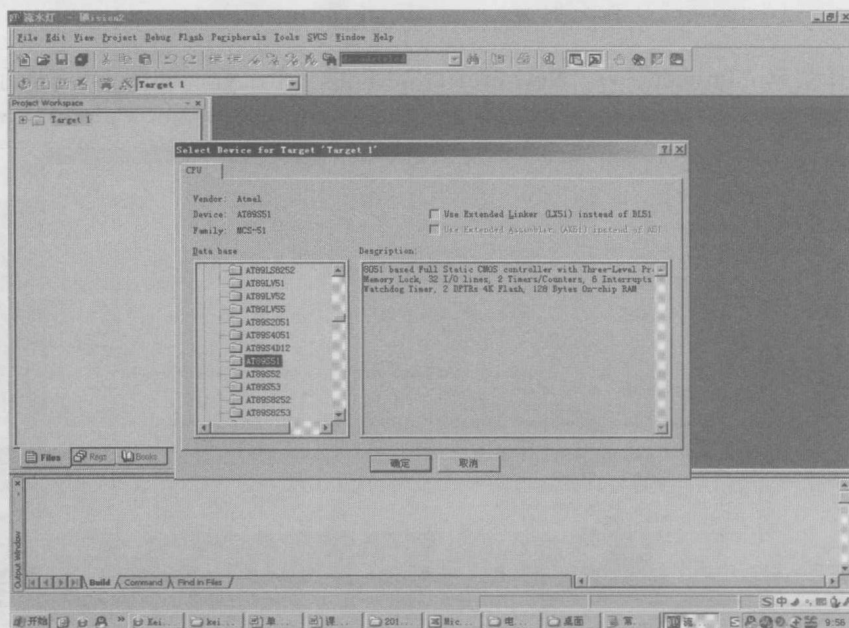

图 1-1-4 控制器选型
5. 选择器件型号为“Atmel”的“AT89S51”，然后确定，如图 1-1-4 所示。